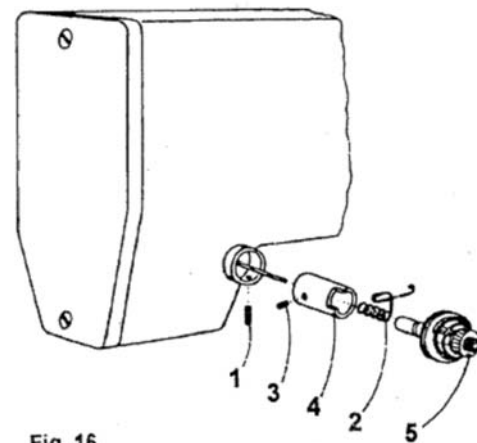

Fig. 16
22. Регулировка установочной пружины (рис. 16)